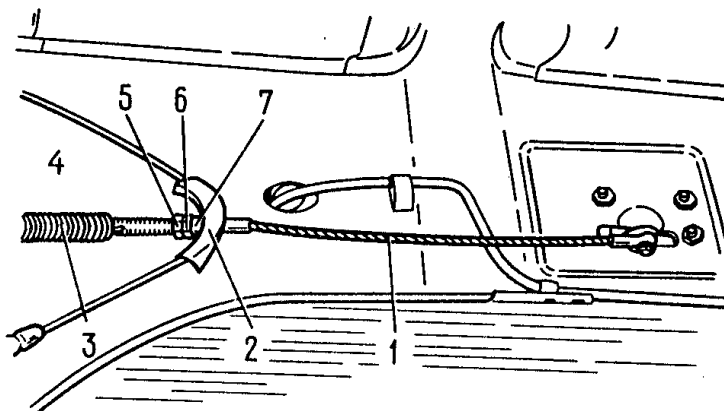

Fig. 6-4. Mando del freno de estacionamiento:
- aflojar la contratuerca 5 (Fig. 6-4) del dispositivo tensor y, enroscando la tuerca de regulación 6, apretar el cable de manera que las ruedas traseras estén frenadas con un esfuerzo que haga imposible la rotación de éstas al impulsarlas con la mano;